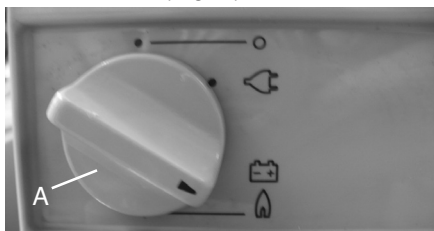

Figura 4.
18. Manutenzione dell'apparecchio (figura 4)